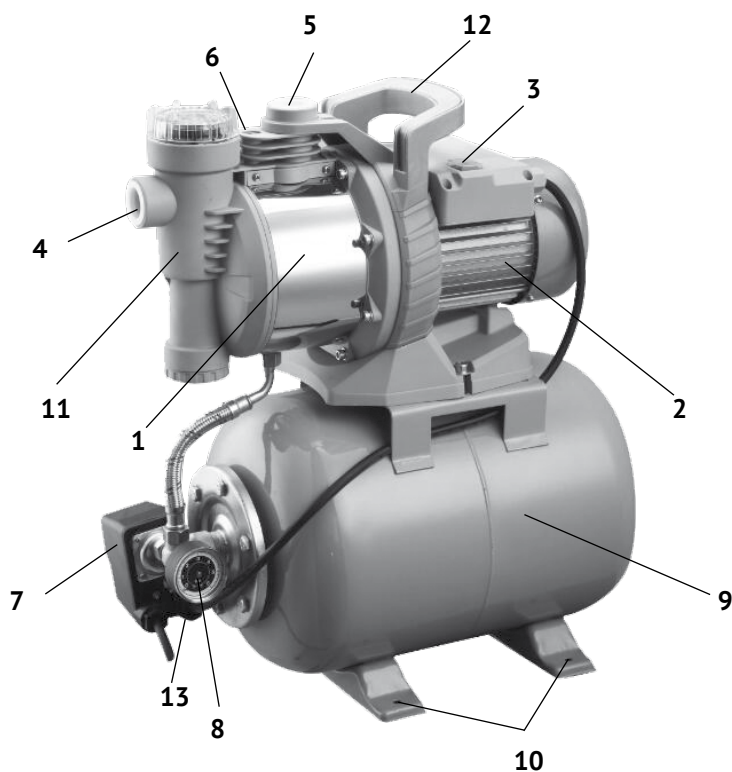
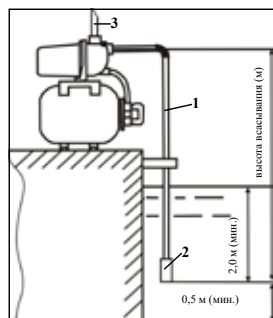

рис.1
рис. 3
Станция состоит из гидроаккумулятора (рис.1 поз.9) и закреплённого на нём насоса с органами контроля (реле давления – рис.1 поз.7, манометр – рис.1 поз.8) и управления запуска двигателя (рис.1 поз.3).
Привод насоса станции осуществляется однофазным асинхронным двигателем переменного тока (рис.1 поз.2). На якорь двигателя крепится пластиковая крыльчатка. Вращающееся с высокой скоростью рабочее колесо (крыльчатка) через диффузор и трубку вентури повышает давление воды в гидроаккумуляторе до максимального – 3,0 бар, при котором реле давления (рис.1 поз.7) отключает насос. Таким образом в гидроаккумуляторе создаётся давление, необходимое для подъёма воды на нужную высоту. При расходе воды, давление в гидроаккумуляторе понижается. При достижении давления 1,5 бара, реле давления включает двигатель насоса.
На блоке запуска (рис.1 поз.3) расположен выключатель двигателя. Он имеет два фиксированных положения: «I» - включено и «0» - выключено.
2.1 Общий вид станции представлен на рис.1
2.2 Двигатель (рис.1 поз.2) в металлическом корпусе и насос в корпусе (рис.1 поз.1) из нержавеющей стали закреплены сверху, на корпусе гидроаккумулятора (рис.1 поз.9). Насос приводится в действие асинхронным двигателем переменного тока. Подключение насоса к сети осуществляется кабелем питания со штепсельной вилкой с заземляющим контактом. Насосная часть станции имеет два отверстия ($\varnothing = 1''$) для присоединения входной (рис.1 поз.4) и выходной (рис.1 поз.5) трубы (шланга). Сверху расположена заливная горловина, закрученная болтом (рис.1 поз.6).
Модель имеет сетчатый фильтр, расположенный в пластиковом корпусе (рис.1 поз.11), на входе в насосную часть.
Включение/отключение насоса осуществляет реле давления (рис.1 поз.7) в зависимости от давления в гидроаккумуляторе (рис.1 поз.9). Давление в гидроаккумуляторе контролируется по показаниям манометра (рис.1 поз.8).
4.3 Установить станцию на ровной твёрдой поверхности. Для уменьшения вибрации рекомендуется закрепить ножки основания (рис.1 поз.10), через предусмотренные отверстия (болтами, саморезами) к поверхности места установки. Станцию лучше всего расположить как можно ближе к скважине (колодецу) подачи воды.
4.4 Присоедините к входному отверстию всасывающую трубу (шланг) и опустите её в воду, как показано на рис.3.
Даже при наличии в станции встроенного обратного клапана, рекомендуется установить обратный клапан на входе всасывающей трубы (рис.3 поз.2). Это предотвратит возможные утечки из всасывающей магистрали и, как следствие, оптимизирует работу станции при многократных последующих включениях насоса, для поддержания давления в системе
4.5 Смонтируйте и присоедините к выходному отверстию (рис.1 поз.5) напорную магистраль (рис.3 поз.3). Трубы должны крепиться на специальных подвесках, чтобы не оказывать давления на станцию. Соединение труб должно быть герметичным.
- открутить болт заливной горловины (рис.1 поз.6);
- переведите клавишу выключателя на блоке управления (рис.1 поз.3) в положение «I» - включено;